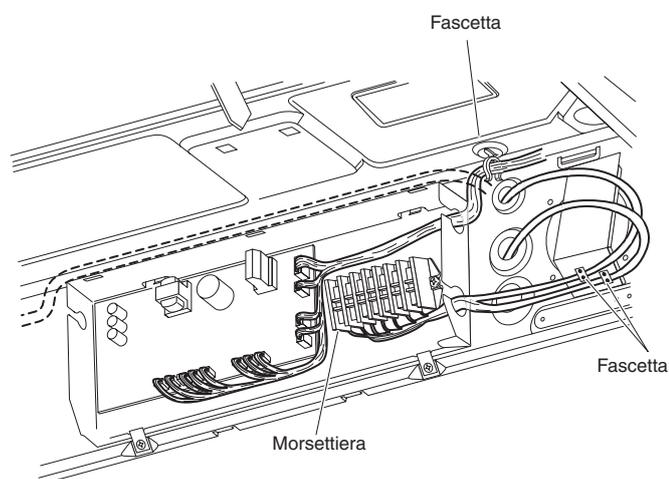

Fig. 11-10
- (5) Riposizionare il pannello laterale.
- (6) Sistemare il cavo isolato del ricevitore assieme al cavo del motore del deflettore e agli altri cavi e fissarli assieme con un dispositivo apposito (fig. 11-10).